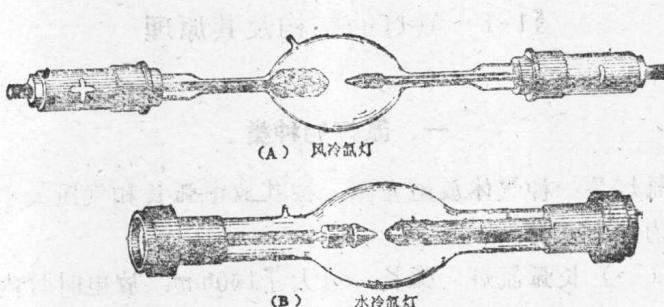

图1-1 氙灯的结构
氙灯有风冷和水冷两种，其结构如图1-1 (A) (B) 所示。